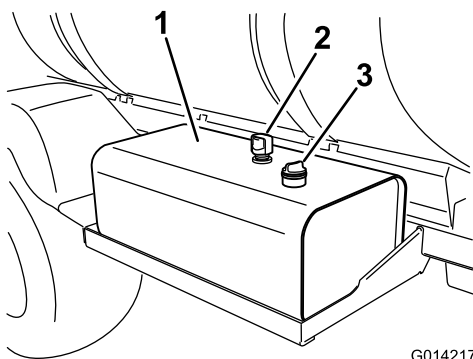

Figure 94
- Nettoyez la surface autour du bouchon-jauge du réservoir de liquide hydraulique et enlevez-le (Figure 94).